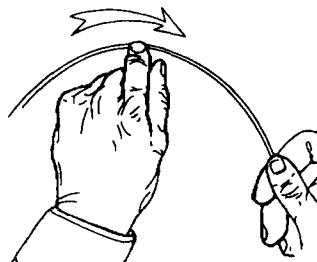

图 1-7 正确放置弧线
3. 在曲线成形后，用左手的食指把贴膜按压在车身上（图 1-7）。